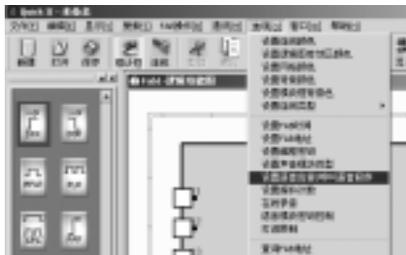

图 5.6-1
1) 建立好下位机和 PC 机的连接，点击“选项→设置语音应答 / 呼叫语音段”，如下图 5.6-1 所示：